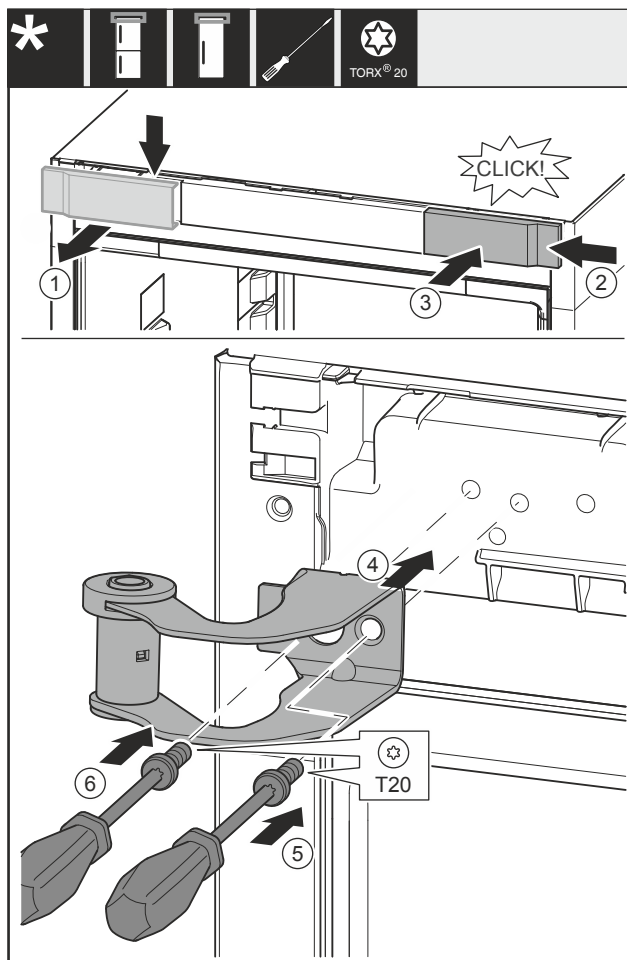

Fig. 11
- ▶ Odeberte kryt Fig. 11 (1) shora dopředu.
- ▶ Kryt Fig. 11 (2) otočený o 180° zavěste na druhé straně zprava.
- ▶ Zaklapněte kryt Fig. 11 (3).
- ▶ Nasadte horní stojan ložiska Fig. 11 (4).
- ▶ Utáhněte šroub Fig. 11 (5).
- ▶ Utáhněte šroub Fig. 11 (6).